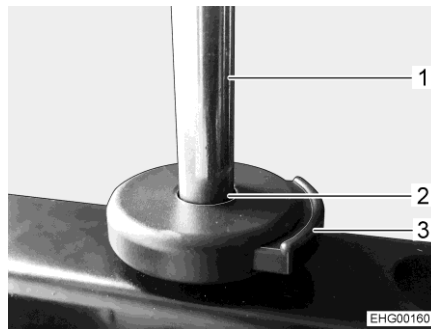

Fig. 19 Botón de desbloqueo (reposacabezas)
- Pulsar el botón de desbloqueo (Fig. 19,3).
- Insertar la barra de retención (Fig. 19,1) en la guía (Fig. 19,2).